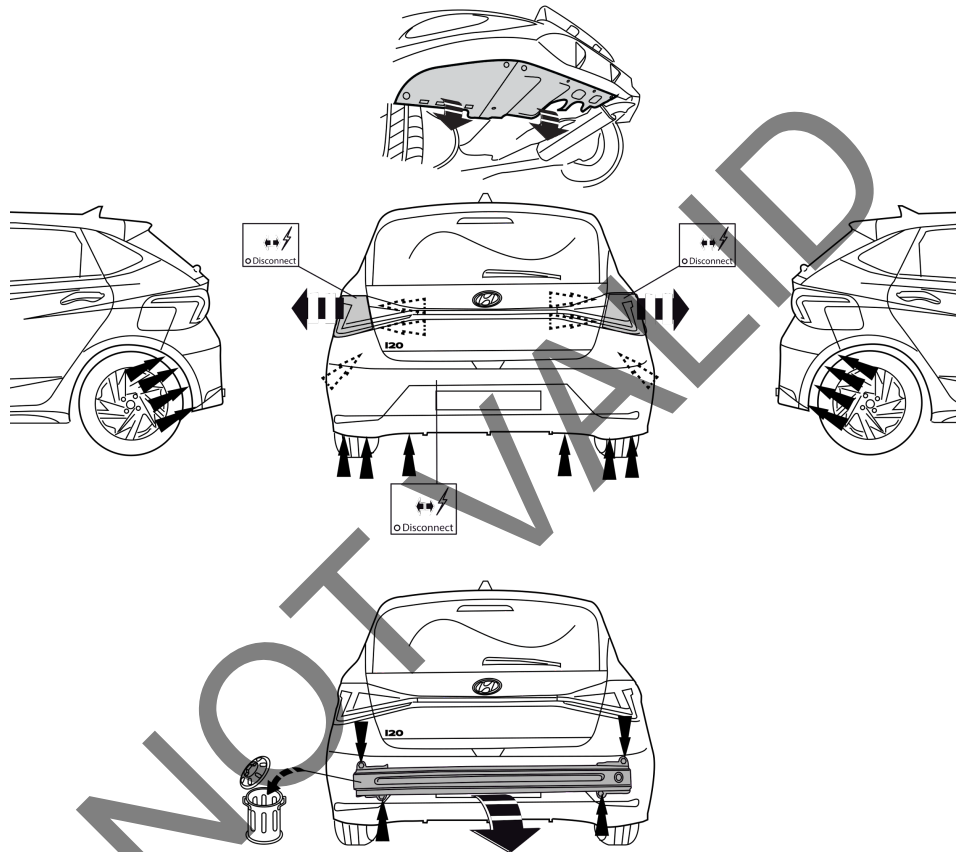

Fig. 1
1. Снять оба блока задних фар. Снять пластмассовые защитные колпаки. Снять бампер вместе со буферным брусом автомобиля. См. рисунок 1.